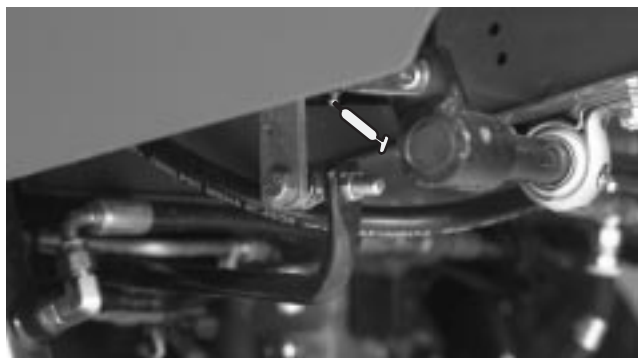

Figure 33
- Bague de pivot de pédale de déplacement (1) (Fig. 33)